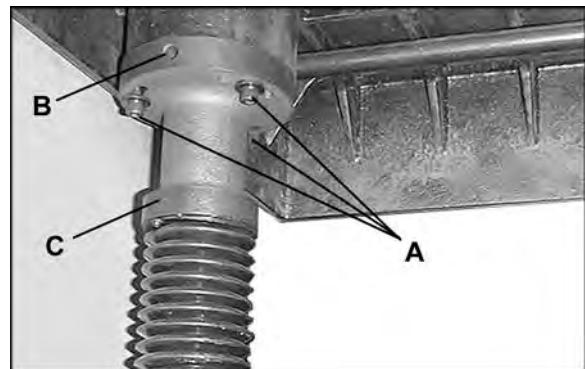

Рис. 15
3. Ослабьте три винта под столом (A, рис. 15).
4. Поместите какой-либо стержень (например, шестигранный ключ) в одно из открытых отверстий (B, рис. 15) и поверните вал (C, рис. 15), чтобы поднять стол до тех пор, пока индикатор не покажет нужное значение. Тот же эффект может быть достигнут путем опускания противоположной стороны стола.
5. Затяните винты (A, рис. 15).